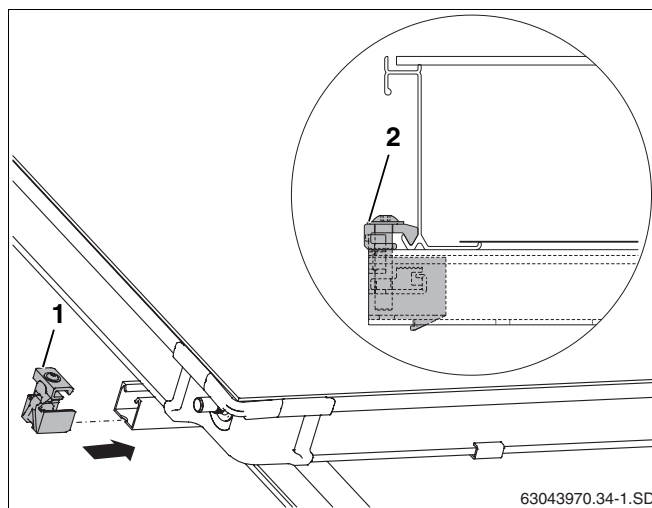

Fig. 52 Tensor do colector unilateral esquerdo
- ▶ Fazer deslizar o tensor de colector unilateral (fig. 52, **item 1**) para os perfis superior e inferior.
- ▶ Fazer deslizar o tensor do colector até à moldura do colector e aparafusar com a chave SW5 (fig. 52, **item 2**).
O dispositivo de fixação (fig. 52, **item 2**) do tensor do colector agarra agora o canto inferior do colector.